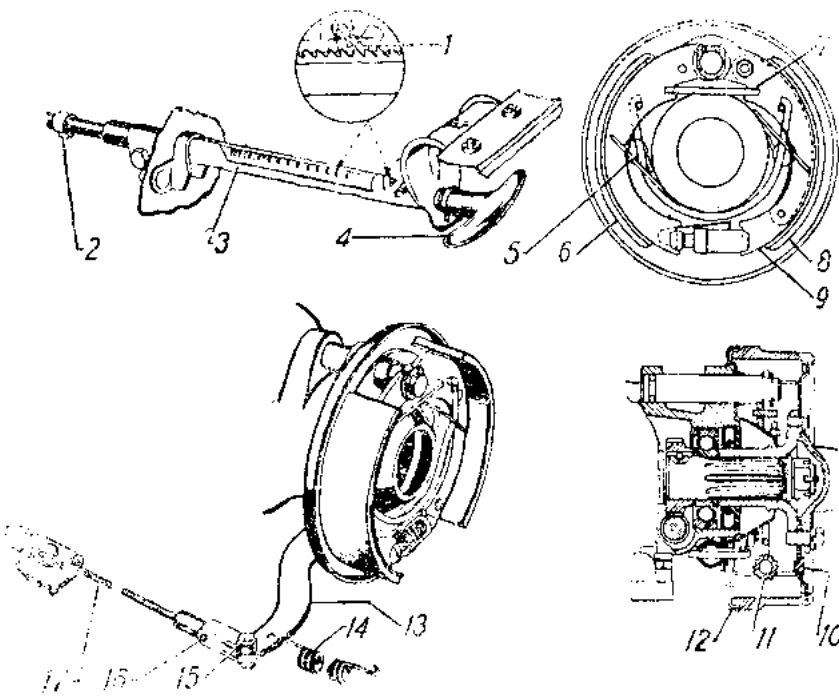

Рис. 78. Ручной тормоз.
2. Через регулировочную шель в тормозном барабане отверткой заверните регулировочную гайку 11 (рис. 78) так, чтобы барабан от усилка рук не проворачивался.